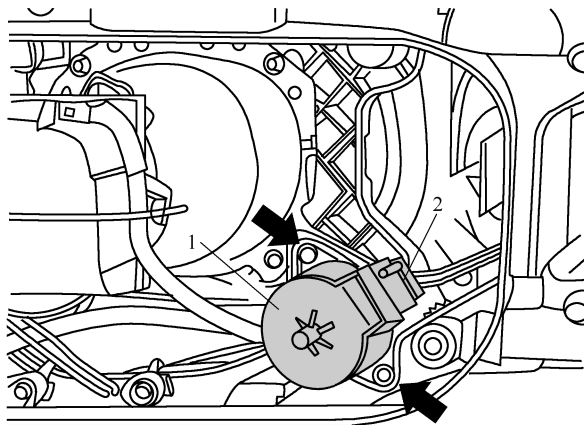

图 11-1-14 拆卸前照灯光线水平调整伺服电动机
(2) 如图 11-1-14 所示，旋出螺栓(箭头所示)。通过侧向转动水平调整伺服电动机 1，将伺服电动机轴球头从球头支架上推出，将用于前照灯光线水平调整伺服电动机从前照灯外壳中取出，脱开电气插接器 2。